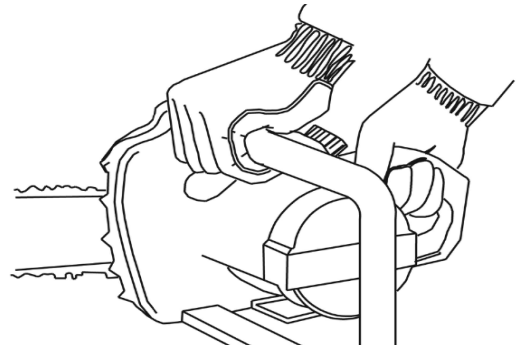

Figure 18 : Tenir la tronçonneuse
4. Saisissez les poignées avec les deux mains. Toujours saisissez la poignée avec le pouce et les doigts encerclant la poignée comme le montre la figure 18.